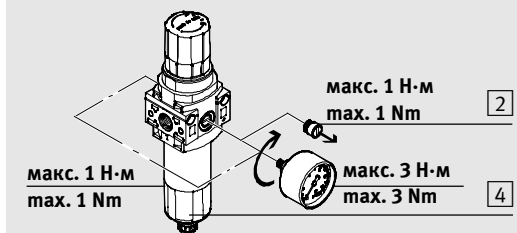

Рис. 2 / Fig. 2
- Для монтажа манометра (→ рис. 2):
Если уровень конденсата находится на отметке **4** (→ рис. 2):
- För montering av en manometer (→ Fig. 2):